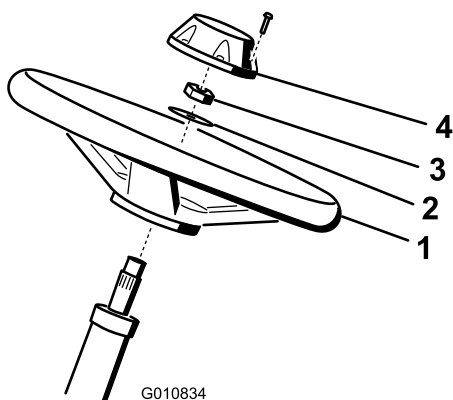

Figura 5
1. Collocate il volante sul piantone (Figura 5).
2. Collocate la rondella sul piantone (Figura 5).
3. Fissate il volante sul piantone per mezzo di un dado di bloccaggio serrato a 27–35 N·m (Figura 5).
4. Montate il coprिमozzo sul volante e fissatelo con l'aiuto di 6 bulloni (Figura 5).